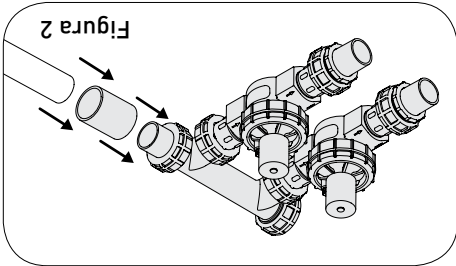

Figura 2
- Si el tubo de PVC es de 1", conecte al adaptador giratorio de PVC mediante un acoplador (H) (Figura 2).